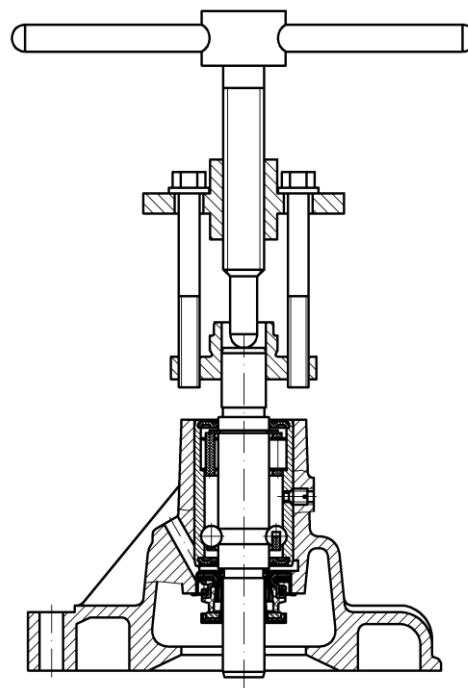

Рис.75. Снятие ступицы
- с помощью специального приспособления снять ступицу шкива насоса (рис.75);